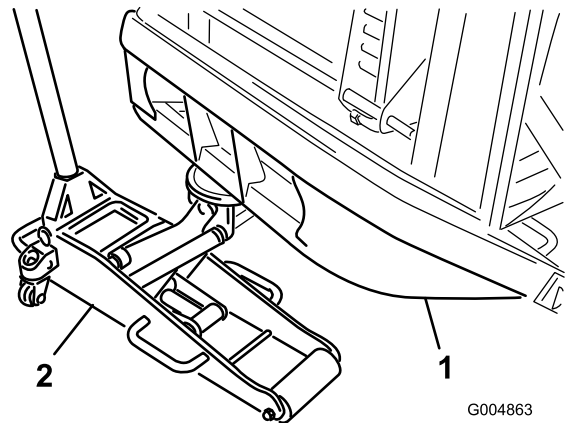

Figura 14
2. Coloque un soporte debajo de cada motor de rueda y un gato debajo del parachoques trasero (Figura 14) o eleve la máquina con un polipasto.